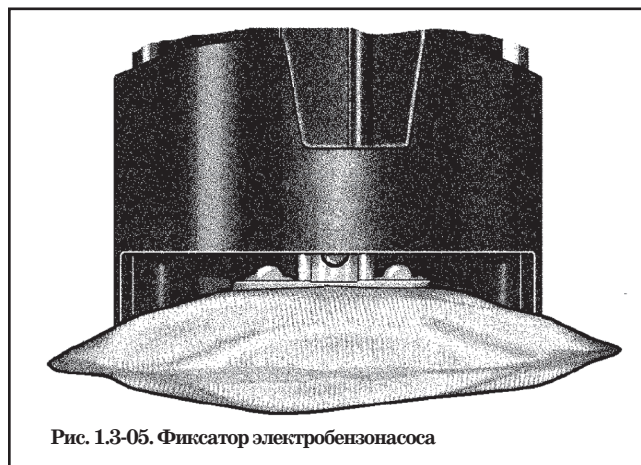

Рис. 1.3-05. Фиксатор электробензонасоса
2. Используя специальное приспособление, плавно насадить сетчатый фильтр усилием не менее 100 Н на его наружную поверхность. Фильтр должен быть напрессован до упора штуцера в насосную секцию электробензонасоса, не допуская повреждения лепестков фиксатора кронштейна. Приспособление при этом не должно касаться крышки корпуса контактов электробензонасоса, в которую встроен электрический разъем. Чтобы проверить правильность установки сетчатого фильтра, необходимо убедиться в том, что фиксатор электробензонасоса выступает за край штуцера сетчатого фильтра на расстояние около 1 мм (рис. 1.3-05).